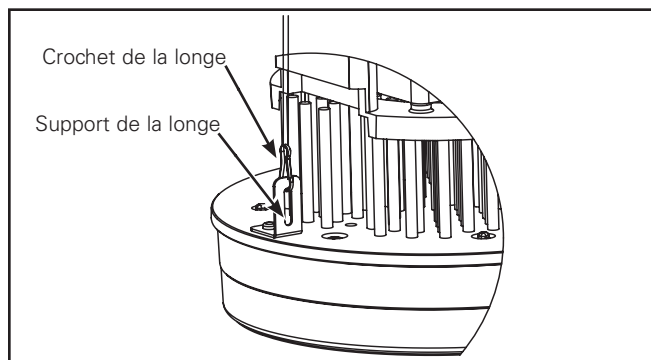

Figure 6.
5. Connectez la longe au module (Figure 6.).